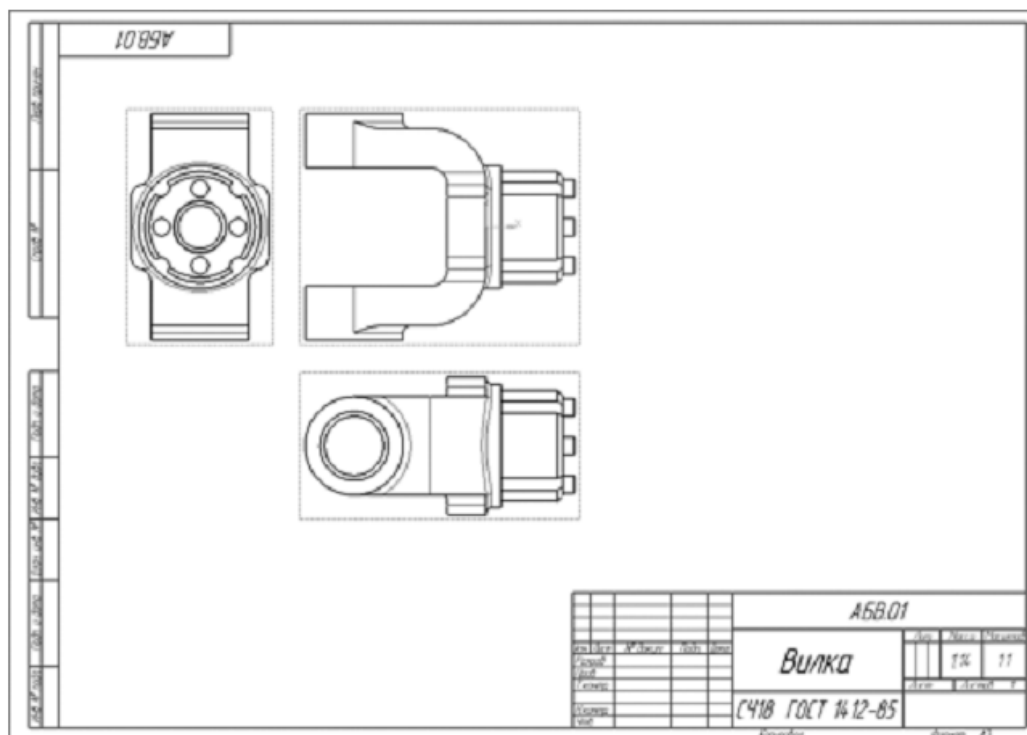

Рисунок 65.
7. Укажите мышью положение видов на чертеже. Система построит указанные виды и заполнит ячейки штампа данными из 3D-модели (рис. 65).